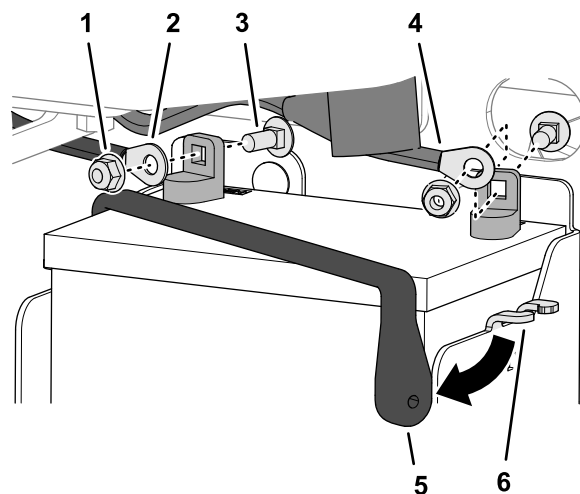

Figura 83
2. Retire la contratuerca con arandela prensada y el perno de cuello cuadrado que sujetan el cable negativo a la batería, y retire el cable de la batería (Figura 83).
3. Deslice hacia atrás el capuchón aislante del cable positivo de la batería (Figura 83).
4. Retire la contratuerca con arandela prensada y el perno de cuello cuadrado que sujetan el cable positivo a la batería, y retire el cable de la batería (Figura 83).
5. Retire la correa de la batería de la pestaña de la caja de la batería (Figura 83).
2. Sujete la batería a la caja de la batería con la correa (Figura 83).
3. Conecte el cable positivo de la batería al borne positivo de la batería con el perno de cuello cuadrado y la contratuerca con arandela prensada (Figura 83).
5. Conecte el cable negativo de la batería al borne positivo de la batería con el perno de cuello cuadrado y la contratuerca con arandela prensada (Figura 83).